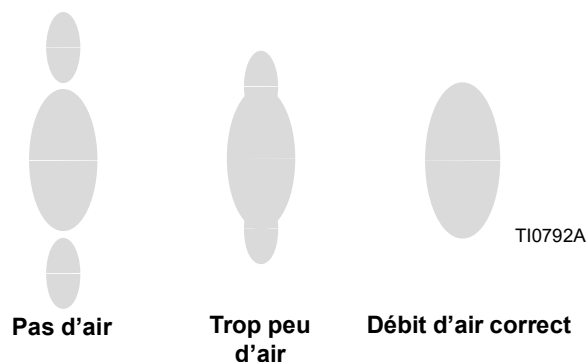

FIG. 15
5. Régler la pression d'air d'atomisation sur environ 5 psi (3,5 kPa, 0,35 bars) lors de l'actionnement du pistolet. Contrôler la forme du jet, ensuite lentement augmenter la pression d'air jusqu'à ce que les queues soient complètement atomisées et intégrées dans la forme du jet. Voir FIG. 15. Une pression d'air de 7 à 10 psi (4,9 à 7,0 kPa, 0,49 à 0,7 bars) est en général suffisante pour atomiser les queues, surtout pour les produits à faible viscosité. Une pression d'air trop élevée accumulera le produit dans le chapeau d'air et réduira ainsi l'efficacité de passage. Ne pas dépasser une pression d'air de 100 psi (0,7 MPa, 7 bars) sur le pistolet.